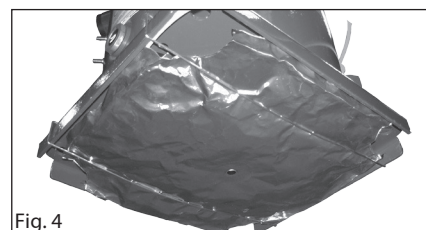

Fig. 4
- If an inferior hood is included (Fig 4), install it under the base plate and fasten with two pins.
- Si l'accessoire contient une housse inférieure (Fig 4), l'installer sous l'embase et la maintenir avec deux épingles.
- Se l'accessorio contiene un gancio (Fig 4), installarlo sotto la base con i due clips.